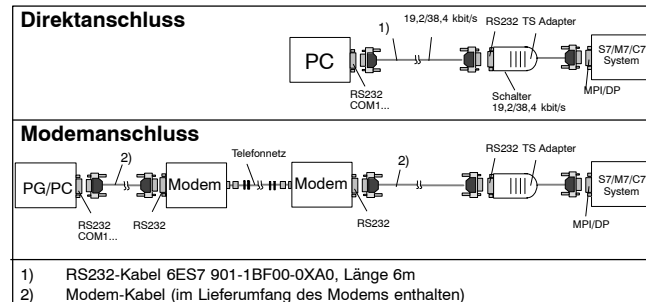
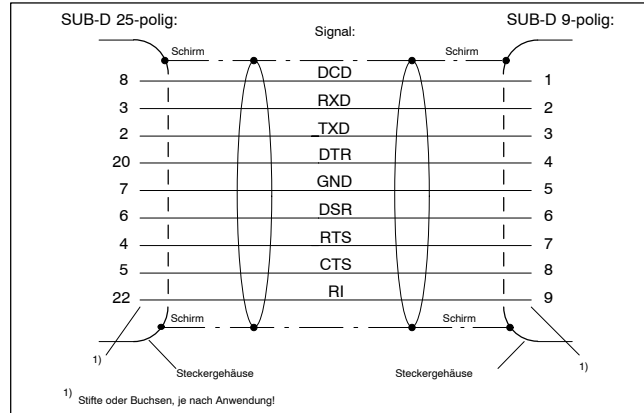

Bild 1-2 TS Adapter im System
Bild 1-4 RS232-Adapter 9-polig–25-polig
- Modemanschluss siehe Bild 1-2 "TS Adapter im System". Ein Modem wird mit dem ihm beige packten RS232-Kabel an die RS232-Schnittstelle des TS Adapters angeschlossen. In der Modembeschreibung wird dieses Kabel zur Verbindung zwischen Modem und PC verwendet. Verfügt dieses Modemkabel auf der TS Adapterseite nicht über eine 9-polige SUB-D-Buchsenleiste, so ist ein entsprechender Adapter zu verwenden (Bild 1-4).